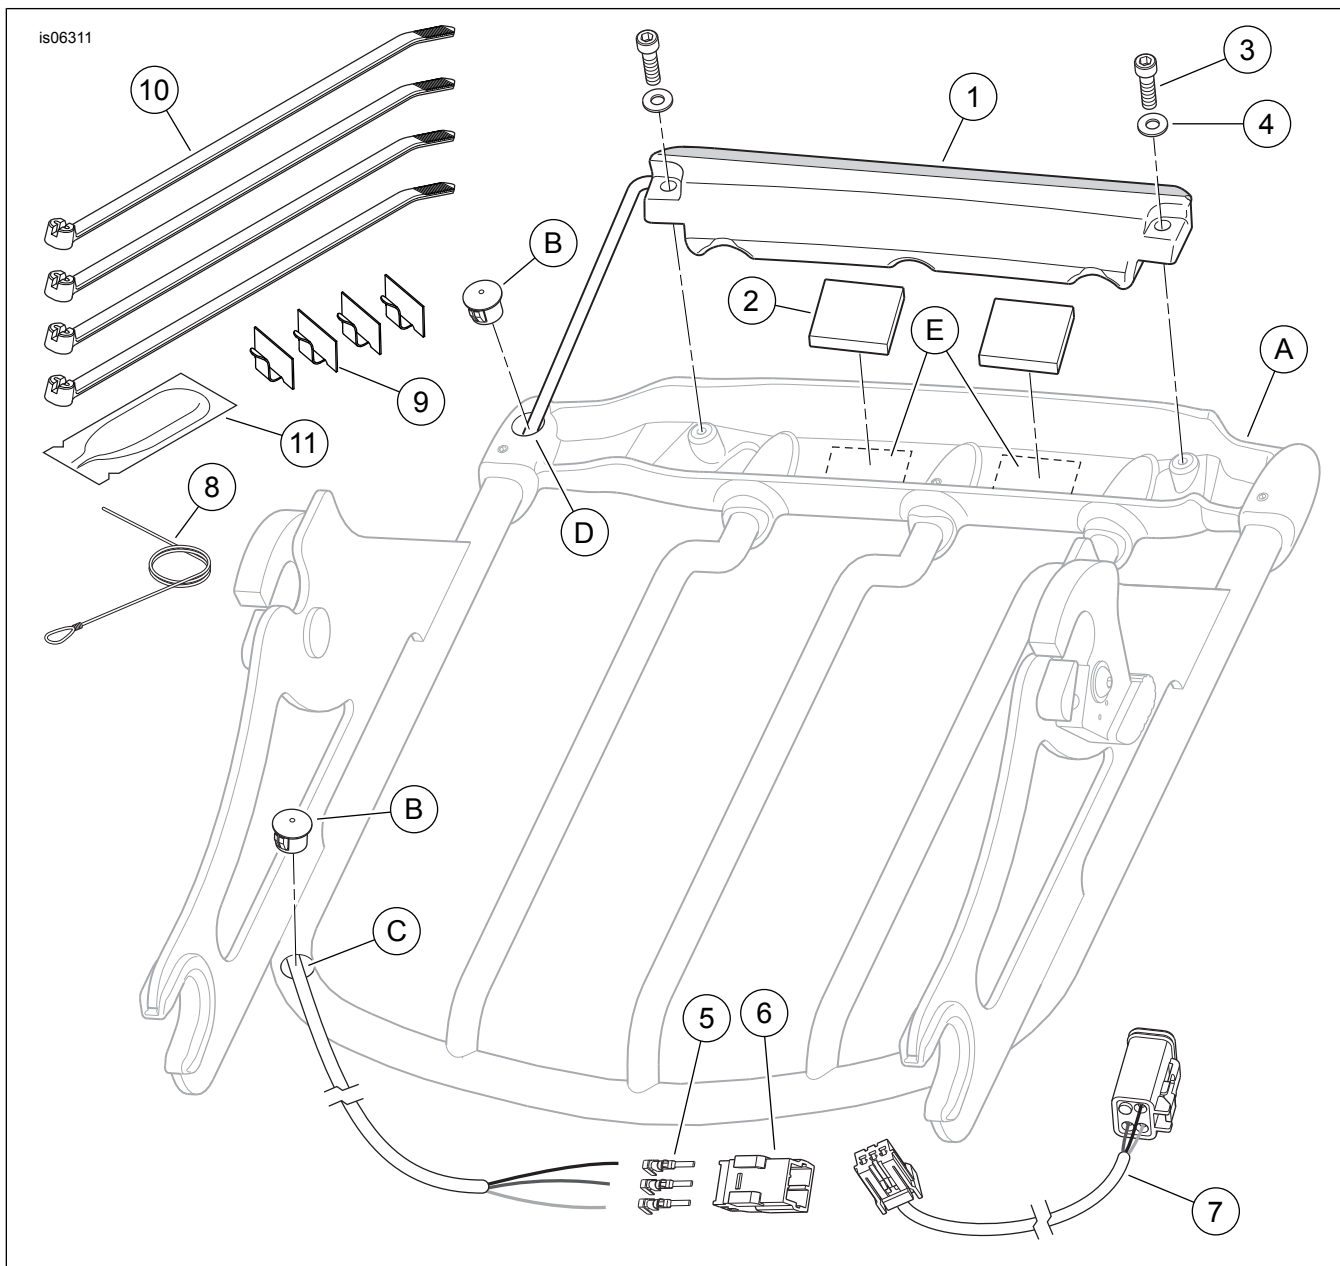

Figura 3. Piezas de servicio: Kits de luces para la rejilla desmontable para equipaje Air Wing
Vea Figura 3 y Tabla 1.
1. Si aún no está colocado, instale el kit de elementos de sujeción de acoplamiento desmontables en el vehículo de acuerdo con las instrucciones de ese kit. Vea Figura 3. Si está instalado, desmonte la rejilla desmontable para equipaje Air Wing (A) del vehículo y colóquela al revés sobre la superficie de trabajo.
2. Quite los tapones plásticos negros (B) de los agujeros en la parte delantera y en la parte trasera del riel del lado izquierdo.
3. Inserte el extremo con aro del cable guía de monofilamento de nylon (8) a través del agujero delantero (C) del riel y hacia afuera a través del agujero trasero (D). Permita que el extremo recto permanezca fuera del agujero delantero.
4. Sujete firmemente los tres cables del conjunto de la luz (1) al aro del cable guía. Cuidadosamente tire del extremo recto del cable guía para pasar los cables y el tubo de contracción hacia adentro y a través del riel, y afuera del agujero delantero. Separe los cables de la luz del cable guía.
6. Quite el forro (4) del respaldo adhesivo de **un lado** de una almohadilla (2). Cuidadosamente coloque la almohadilla en la superficie superior de la luz (1), entre las muescas de los espacios libres y presiónela firmemente en su lugar. Repita con la segunda almohadilla.
7. Vea Figura 3. Quite el forro restante de ambas almohadillas e instale la luz en el travesaño trasero con los dos tornillos con cabeza de casquillo (3) y las arandelas planas (4), sacando el cableado del agujero delantero (C) mientras se coloca la luz en su posición. Apriete los tornillos firmemente.